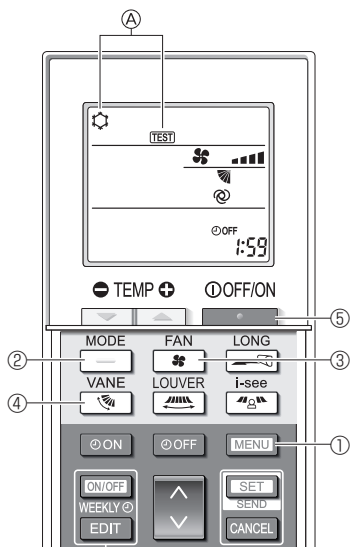

Fig. 8-5
- 2. Appuyez sur la touche **MENU** ① pendant 5 secondes. (Fig. 8-5) (Effectuez cette opération lorsque l'affichage de la télécommande est éteint.)
- 3. Appuyez sur la touche **MENU** ①. La mention (A) [TEST] et le mode de fonctionnement en cours sont affichés. (Fig. 8-5)
- 4. Appuyez sur la touche **TEMP** ② pour activer le mode refroidissement, puis vérifiez que de l'air froid est soufflé par l'appareil.
- 5. Appuyez sur la touche **OFF/ON** ② pour activer le mode chauffage, puis vérifiez que de l'air chaud est soufflé par l'appareil.
- 6. Appuyez sur la touche **FAN** ③ et vérifiez que la vitesse du ventilateur change.
- 7. Appuyez sur la touche **VANE** ④ et vérifiez que l'aillette automatique fonctionne correctement.
- 8. Appuyez sur la touche **LONG** ⑤ pour terminer l'essai de fonctionnement. (Après deux heures, un signal sera émis pour arrêter l'essai de fonctionnement.)